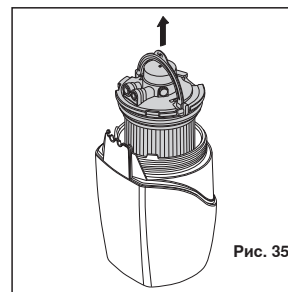

Рис. 35
6. **Поднимите** ручку держателя. **Потяните ровно вверх** и выньте использованный картридж и держатель (рис. 35).